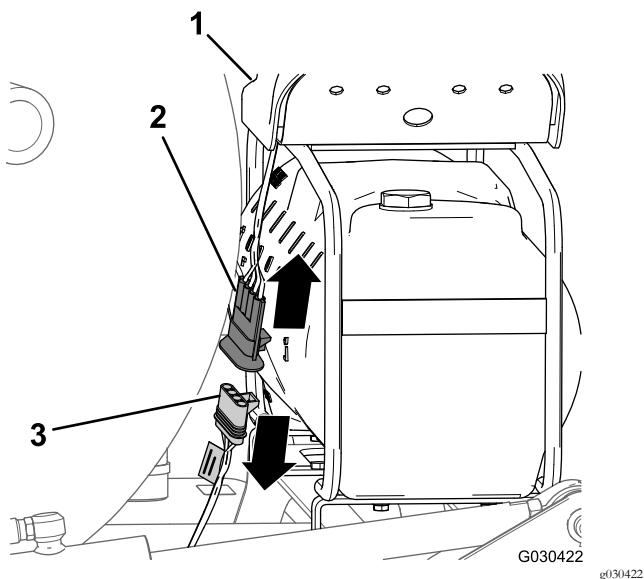

图6
1. 在泡沫标记水箱的背面找到压缩机上的线束图6。
2. 从机器后线束的 4 插槽接头中断开压缩机线束的 4 针接头 图6。